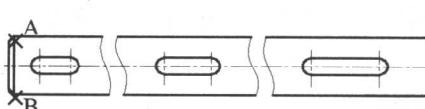

图 1.1.13 绘制倒角轮廓线
(4) 绘制直线。选择下拉菜单 **绘图(D)** → **直线(L)** 命令，分别选取图 1.1.13 所示的点 A 与点 B，按回车键结束直线的绘制。
(5) 参照以上步骤完成右侧倒角处轮廓线的绘制。